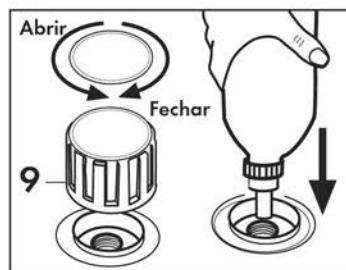

Fig. 3
Abrir manualmente a tampa de enchimento da caldeira (9) pressionando para baixo e simultaneamente rodando-a em sentido anti-horário; embocar a garrafa no furo da caldeira, esvaziar a água dentro da mesma; para fazer isto é necessário desinserir o dispositivo de segurança pressionando a tampa da garrafa contra o furo de enchimento da caldeira. A seguir, quando a caldeira estiver cheia de água, aparafusar a tampa (9) rodando-a em sentido horário, verificando que esteja bem fechada **(Fig. 3)**